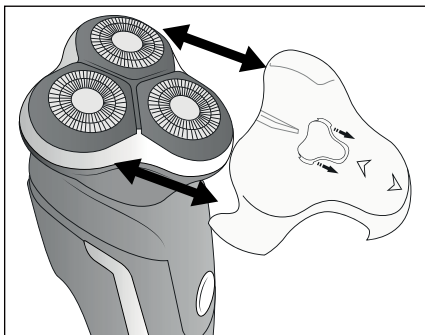

Fig. 1
- ◆  Para retirar la tapa protectora **1**, tire de esta hacia abajo de forma que se desmonte de la unidad de cuchillas **2** (consulte la fig.1).